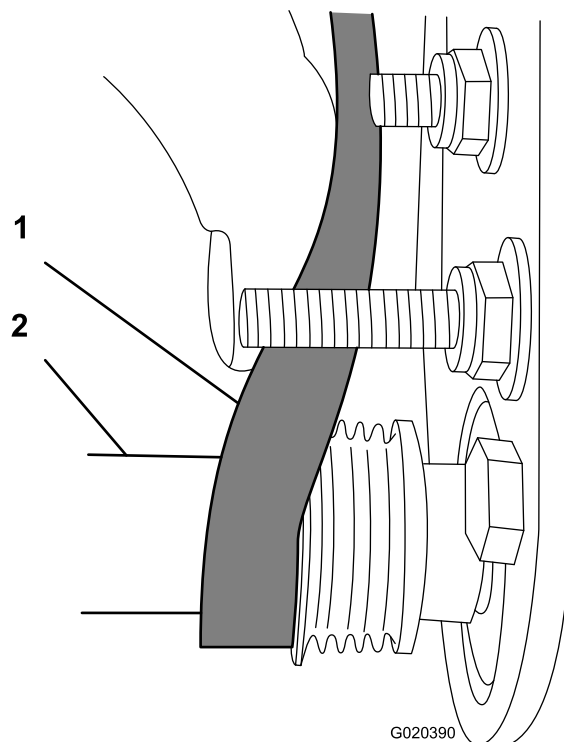

Figura 36
- Utilize uma chave de caixa profunda de 9/16 pol. para rodar o conjunto da escova e orientar a correia para a polia acionada (Figura 36).